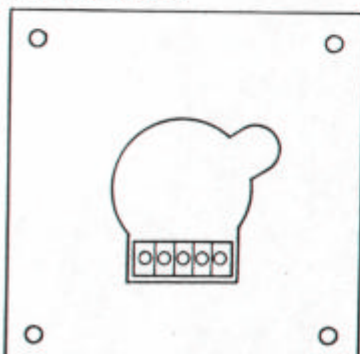

Fig. 2
- 2) Effectuer les branchements comme indiqué fig. 2 en utilisant seulement des câbles souples et de section maxi 1 m/m.